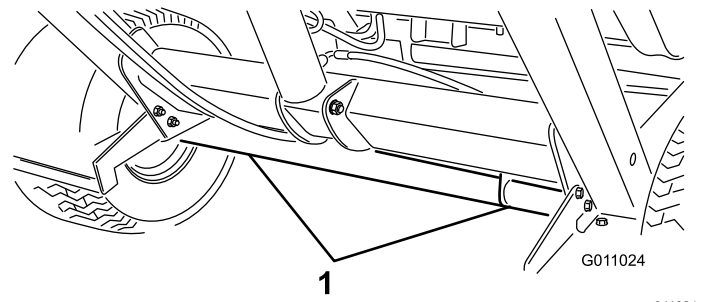
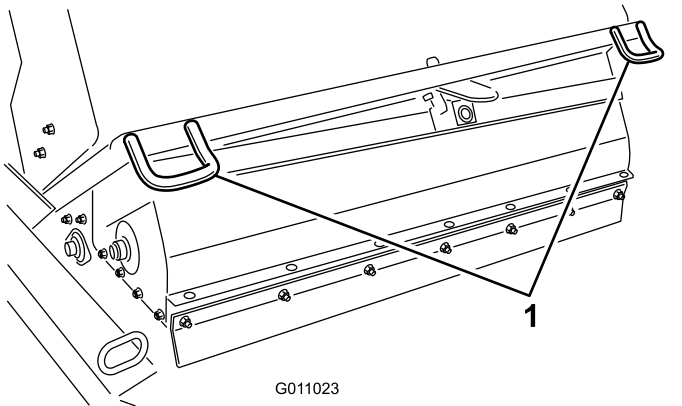

Bild 31
Bild 30
- Verwenden Sie beim Transport der Maschine die Vergurtungsstellen, um die Maschine vorne zu befestigen (**Bild 30**) und die Achse (**Bild 31**), um das Heck der Maschine am Anhänger zu befestigen.